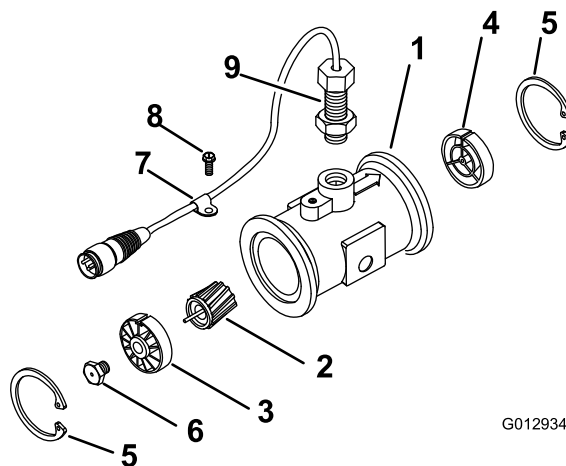

Figure 96
3. Retirez le circlip en amont (Figure 96).